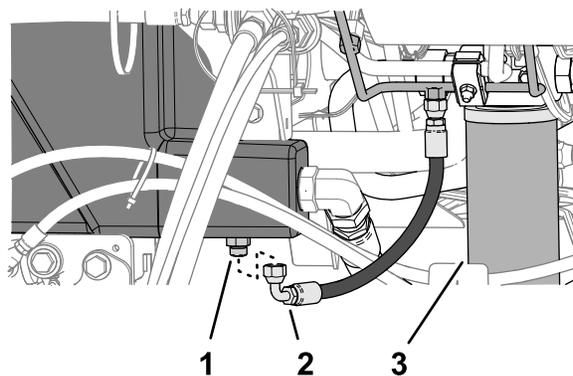

Рисунок 116
2. Поместите большой сливной поддон под прямой штуцер (Рисунок 116) гидравлического бака; см. раздел Емкость гидравлической системы \(страница 76\).